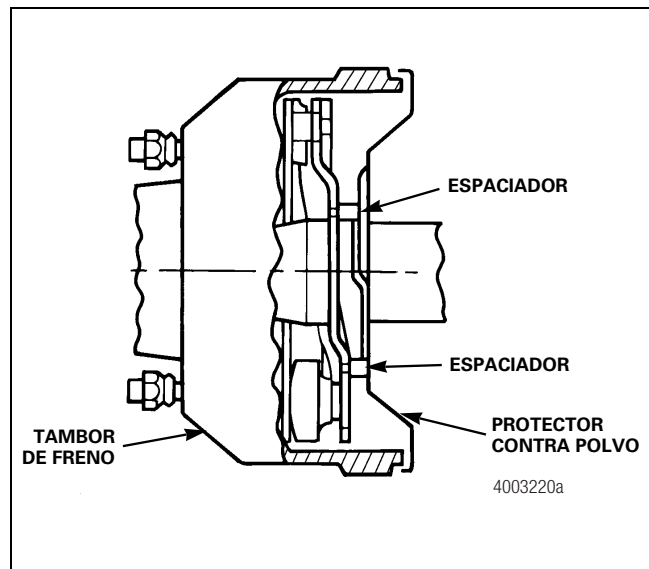

Figura 6.18
- En los ejes fabricados con frenos de 16.5 x 8, 8.625 pulgadas y 10 pulgadas, se instala un conjunto de espaciador a fin de espaciar el protector contra el polvo y alojar así el equipo de frenos que es más ancho. Figura 6.18.